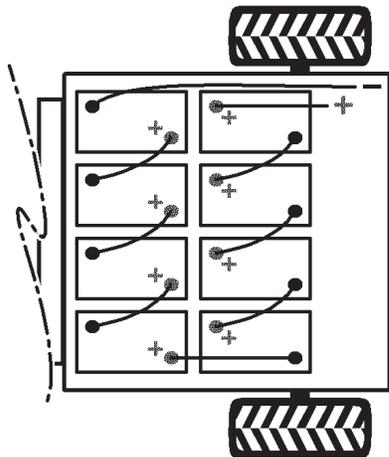

Figure 32
2. Débranchez de la borne de batterie le grand câble noir négatif principal qui relie la rangée de batteries au véhicule (Fig. 32).
3. Débranchez de la borne de batterie le grand câble rouge positif principal qui relie la rangée de batteries au véhicule (Fig. 32).
**Remarque :** Tenez compte de la polarité lors de la mise en place des batteries neuves (Fig. 32).
9. Reliez les batteries entre elles avec les câbles retirés précédemment, comme illustré à la Figure 32.
10. Connectez le grand câble rouge positif principal entre la rangée de batteries et le véhicule (Fig. 32).
11. Connectez le grand câble noir négatif principal entre la rangée de batteries et le véhicule (Fig. 32).